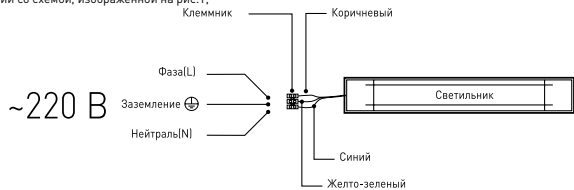

Рис.1. Схема подключения светильника к сети 220В.
3.3.2. Этот провод необходимо подключить к проводу источника питания с помощью внешнего клемника (в комплект не входит) в соответствии со схемой, изображенной на рис.1.